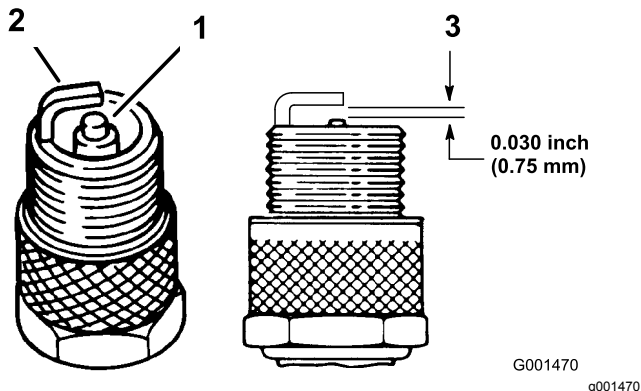

Figura 24
1. Veja a parte central das velas de ignição (Figura 24). Se verificar uma cobertura castanha ou cinzenta no isolante, o motor está a funcionar corretamente. Uma cobertura preta no isolante indica que o filtro de ar está sujo.
2. Verifique a folga entre os eletrodos central e lateral (Figura 24). Dobre o eletrodo lateral (Figura 24) se a folga não for a correta.
3. Ligue os cabos às velas de ignição (Figura 24).